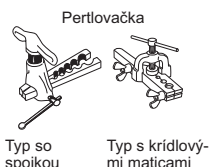
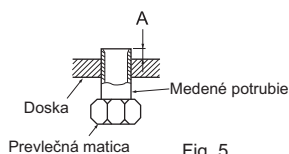

Fig. 4
Fig. 5
- Zasuňte celú odtokovú hadicu do odtokovej misy v pravej zadnej časti interiérovej jednotky. (Fig. 4)
- Vložte odtokovú hadicu do stenovej priechodky (C) a zaveste hornú časť interiérovej jednotky na montážnu dosku (1). Potom posuňte interiérovú jednotku úplne doľava, aby ste si uľahčili umiestnenie potrubia v zadnej časti jednotky.
- Z prepravného obalu odrežte kus kartónu, zrolujte ho, zaveste ho na zadné rebro a použite ako diaľančnú podložku pri zdvíhaní interiérovej jednotky. (Fig. 5)
- Spojte chladivové potrubie s predĺžovacím potrubím (B).
- Vtlačte dolnú časť interiérovej jednotky do montážnej dosky (1).
- 4) Pertlovanie (Fig. 4, 5). Pevne uchopte medené potrubie s rozmerom podľa tabuľky. Vyberte A mm z tabuľky podľa používaného náradia.